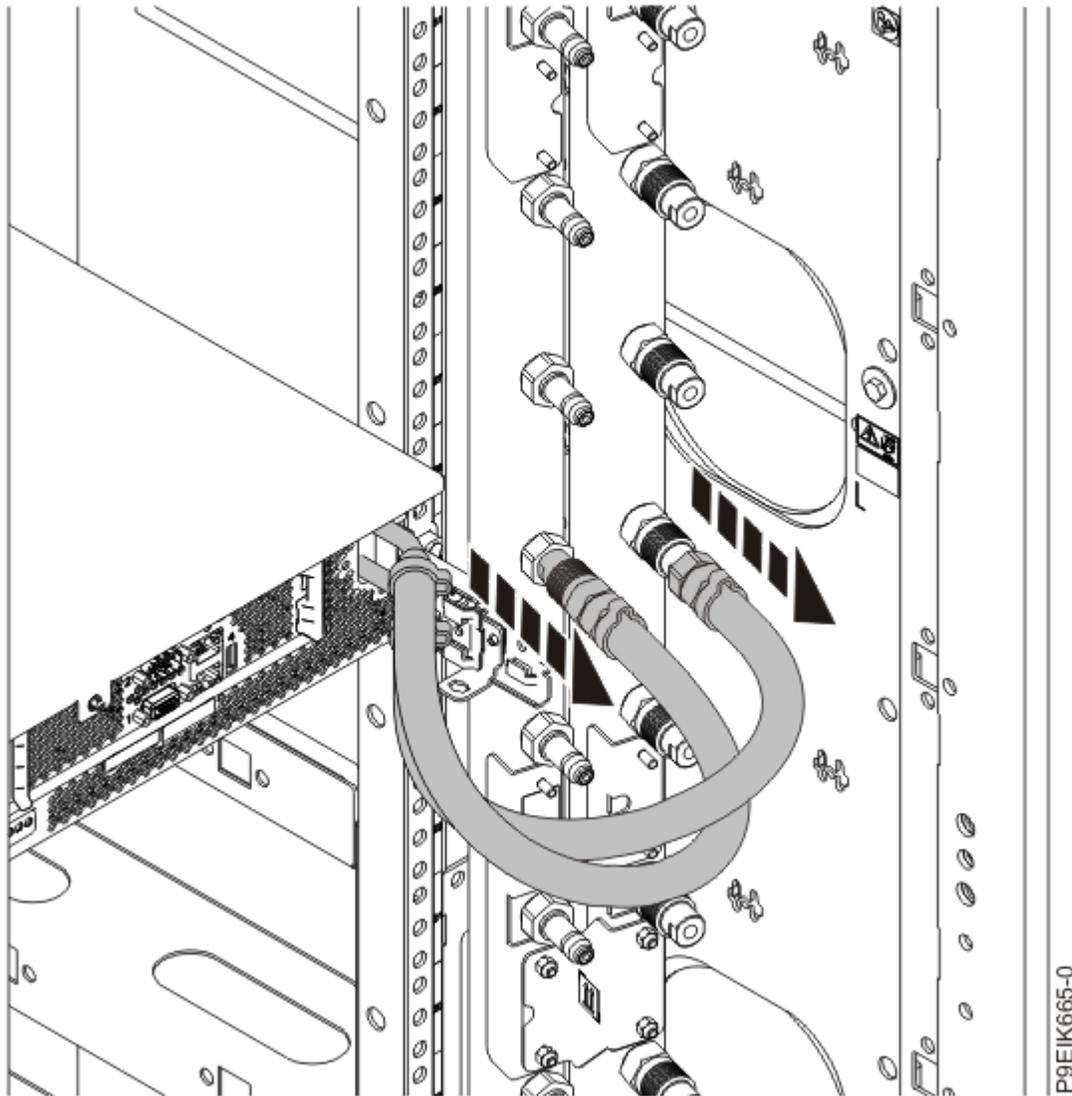

Figura 65. Desconexión de las mangueras de agua
2. Para un sistema con refrigeración por agua, etiquete y desconecte las mangueras de agua del colector. Tire del enganche hacia usted para desconectar las mangueras de agua, tal como se muestra en la Figura 65 en la página 108.